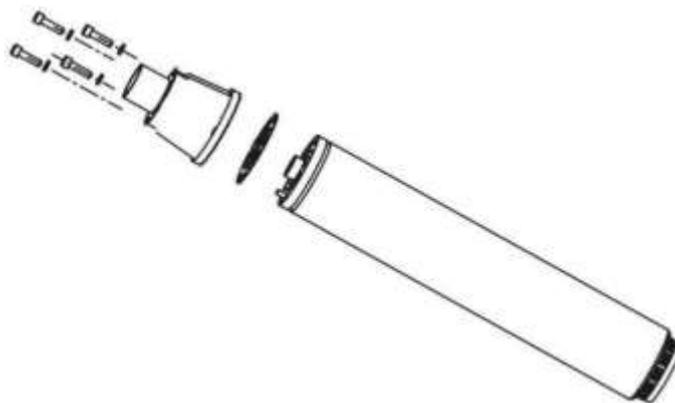

Рисунок 4: Выравнивание прокладки ИПТ
4. Установите стопорные болты и стопорные шайбы ИПТ (см. Рисунок 4). Затяните болты крест-накрест. Затяните с усилием 7 фут-фунтов (11 Н-м)